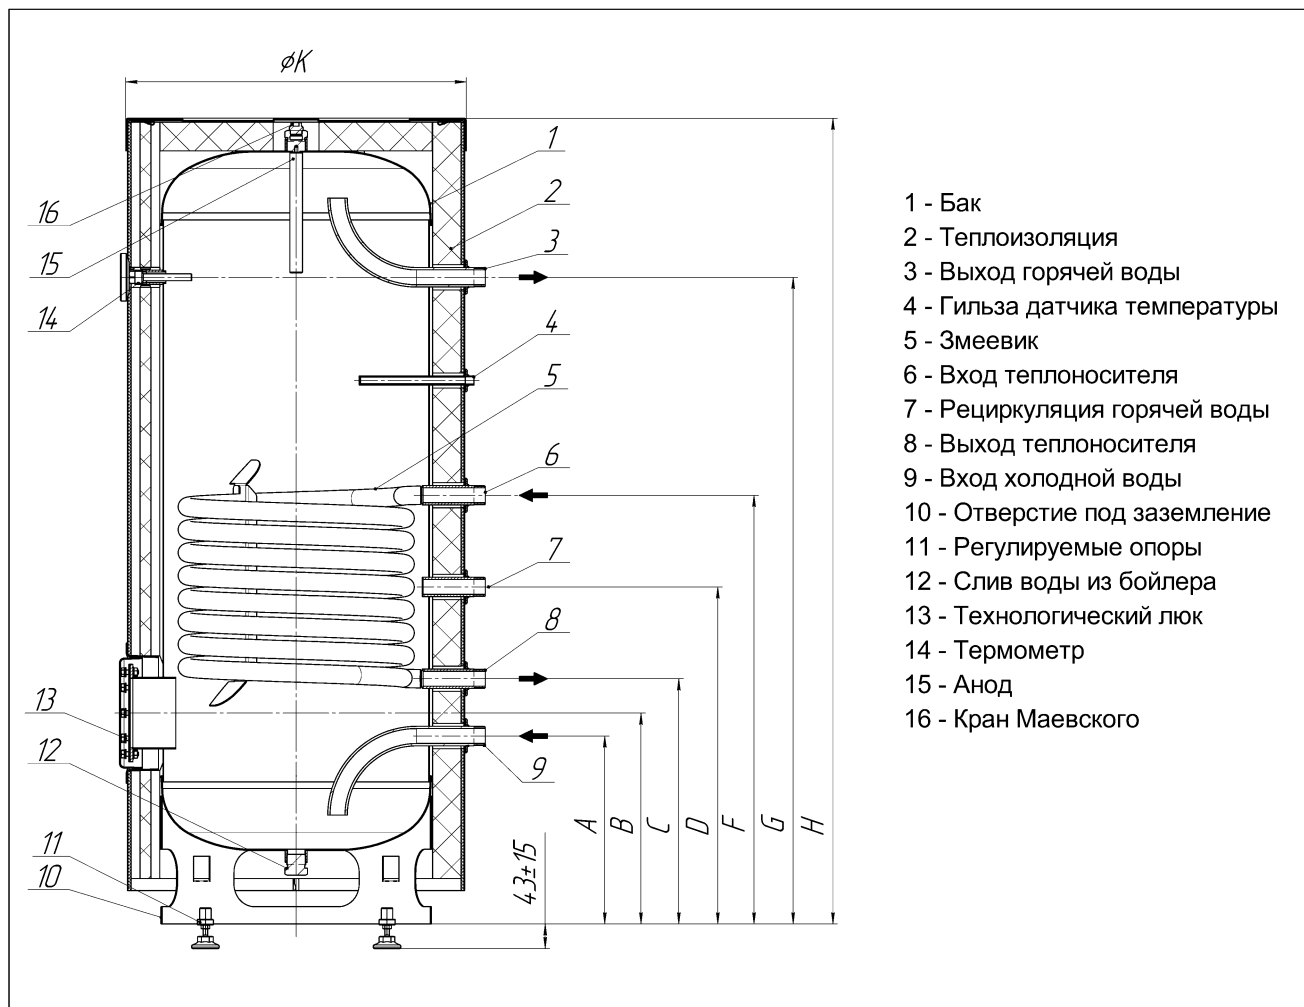
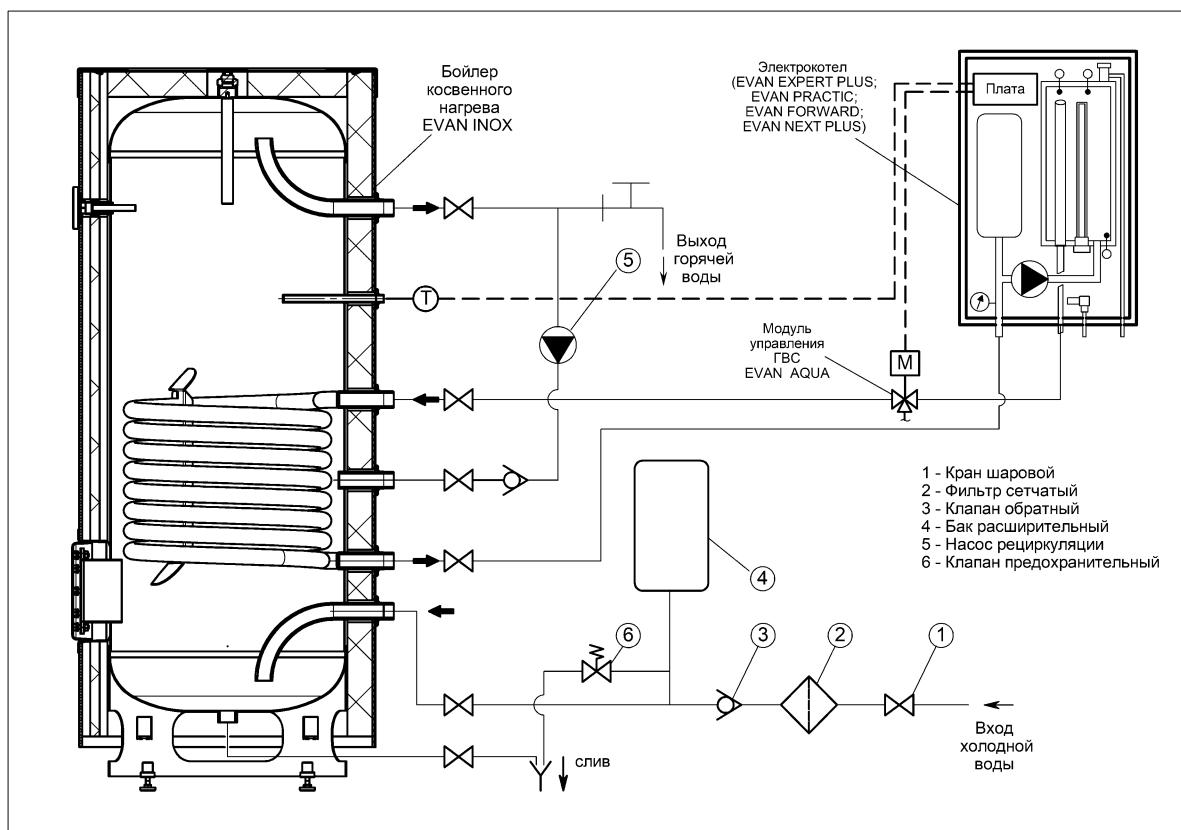

Рисунок 1. Габаритные и присоединительные размеры
Рисунок 2. Типовая гидравлическая схема
**5.1** Основные элементы бойлера, габаритные и присоединительные размеры приведены на рисунке 1. Схема работы бойлера приведена на рис.2.
**5.3** Внутри бака расположен теплообменник (змеевик) представляющий собой гофрированную нержавеющую трубу выполненную в форме нескольких витков. По замкнутому контуру внутри змеевика бойлера осуществляется циркуляция теплоносителя. При этом через стенку змеевика осуществляется косвенная передача тепла от теплоносителя к нагреваемой воде (см. рис. 2).
Монтаж и запуск бойлера должны выполняться квалифицированным специалистом; в случае электромонтажа ТЭН **квалифицированный специалист должен иметь третью группу по электробезопасности или выше**. В противном случае, вследствие некачественного монтажа, существует риск выхода из строя бойлера и причинения вреда здоровью и имуществу Потребителю и третьим лицам. Типовая гидравлическая схема монтажа бойлера приведена на рис.2. Монтаж бойлера должен осуществляться согласно действующим нормативным документам (СниП, ПУЭ и др.).
(1) установите NTC-датчик температуры воды в гильзу датчика температуры (см. рис. 1 поз.4; см. рис. 2);
(2) подключите NTC-датчик температуры воды к котлу (более подробно см. документацию на котел);
(3) активируйте в настройках котла режим “ГВС” и задайте нужную температуру нагрева воды.